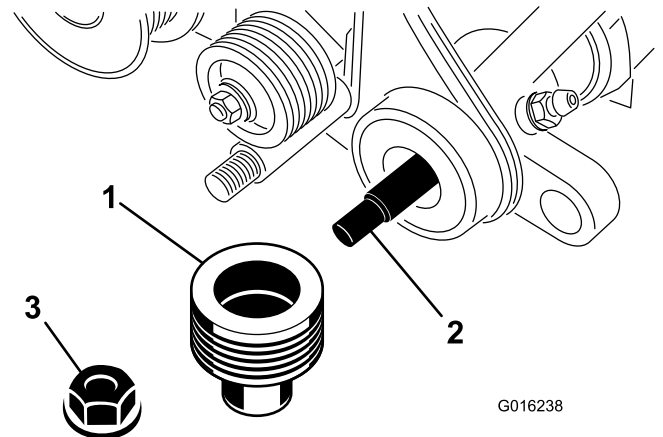

Bild 34
6. Entfernen Sie die Sicherungsbundmutter, mit der die angetriebene Scheibe am Ende der Groomerwelle befestigt ist (**Bild 34**). Nehmen Sie die Scheibe ab.